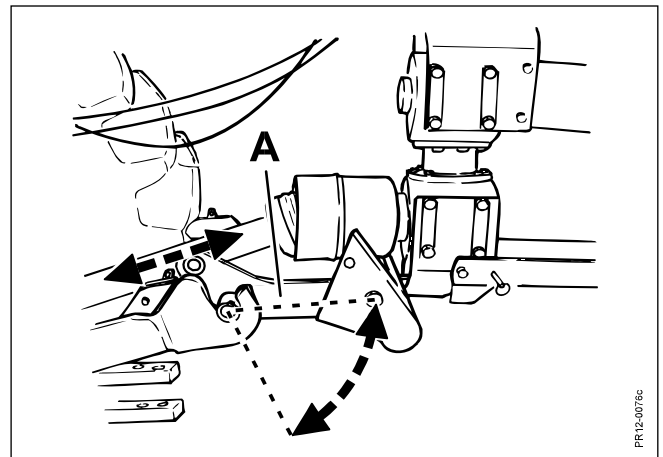

Fig. 2-5
- Fig. 2-5**
- **ikke i nogen stilling har mindre end 200 mm overlapning** (Her tænkes specielt på situationer hvor sikkerhedstrækket, (TOP SAFE systemets støddæmper), vil udløses f.eks. ved påkørsel af sten der sidder fast i jorden, se Fig. 2-5).